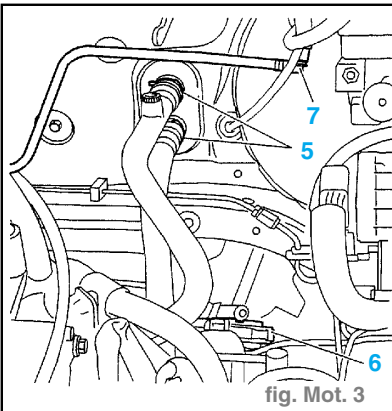

fig. Mot. 3
- Retirer les épingles (5). (fig. Mot. 3)